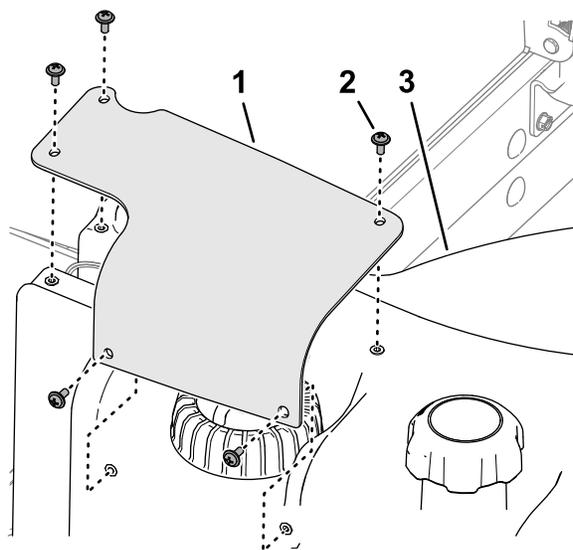

図 91
2. 燃料センダのカバーを燃料タンクに固定しているプラスねじ 5本を外してカバーを外す **図 91。**